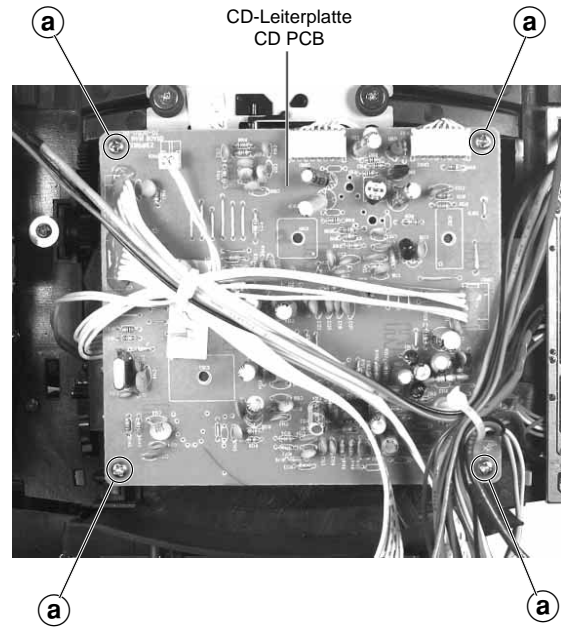

Fig. 8
- 4 Schrauben (a) (Fig. 8) herausdrehen.
- Undo 4 screws (a) (Fig. 8).